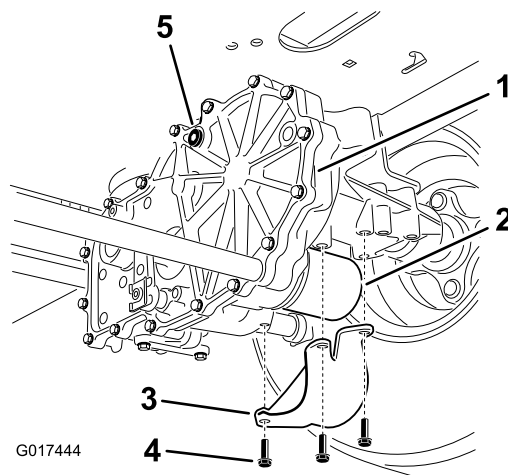

Рисунок 72
4. Найдите фильтр и ограждения на каждой системе привода с коробкой передач (Рисунок 72).
5. Отверните 3 винта крепления ограждения фильтра и снимите ограждение (Рисунок 72).